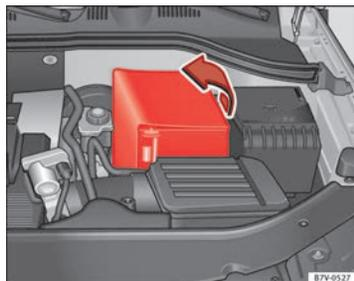

Fig. 176 Dans le compartiment moteur : soulevez le manchon de la batterie du véhicule.
- En présence d'un manchon : retirez le couvercle en le faisant glisser sur un côté ⇒ fig. 176.